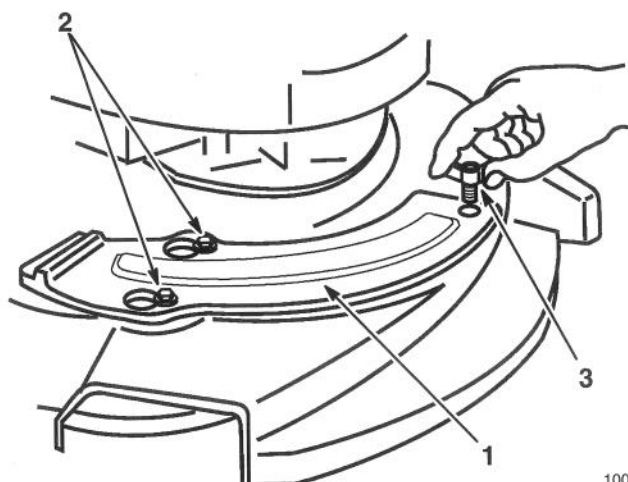

Figure 50
3. Les deux boulons à épaulement du carter de la tondeuse dépassent des trous oblongs de la plaque de paillage et n'ont pas besoin d'être desserrés ou retirés (Fig. 50). La plaque de paillage se déplace sur les têtes de ces boulons.
5. Fixer à l'aide de la vis à ailettes (Fig. 50).